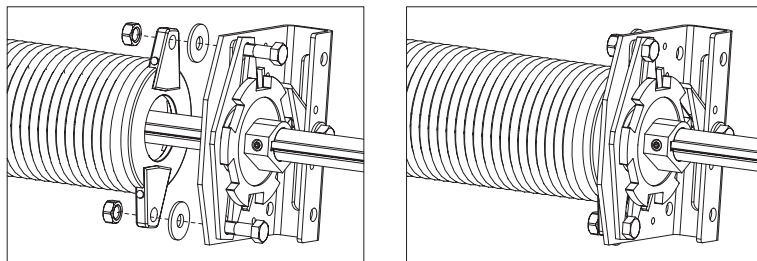

Рис.25 Крепление пружины к храповой муфте
- 10) установить на вал храповую муфту и закрепить ее к наконечнику пружины при помощи двух болтов из комплекта муфты (рис.25);